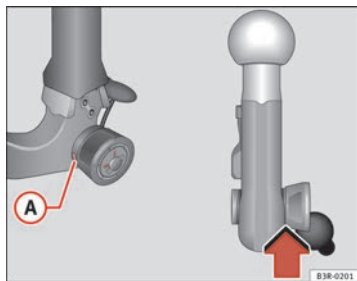

Abb. 159 Abnehmbare Anhängervorrichtung: Sicherheitsüberprüfung
- Überprüfen Sie, ob sich die grüne Markierung **A** ⇒ Abb. 159 am Handrad im Bereich der schwarzen Kennzeichnung an der Kugelstange befindet.